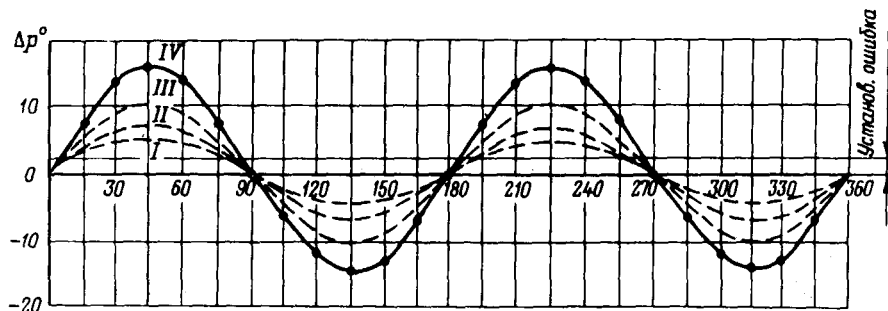

Рис. 39. График радиодевииации радиокompаса АРК-9
2. На основании полученных данных определить поправку на радиодевииацию  $\Delta r$  и построить график поправок зависимости  $\Delta r$  от ОРК, как показано на рис. 39.
вательно приближающимися к ней кривыми I, II и III (см. рис. 39), по которым и производить последовательную регулировку компенсатора сначала по I кривой, затем по II и т. д.;